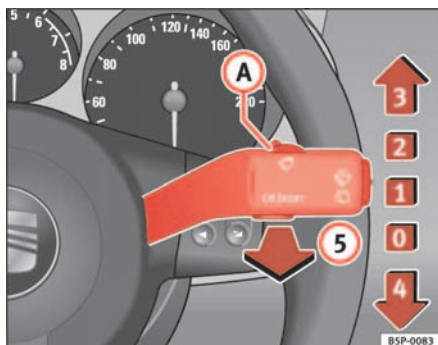

Abb. 84 Scheibenwischer- und Scheibenwascherhebel
Der Scheibenwischerhebel ⇒ Abb. 84 hat folgende Stellungen:
- Wenn bei eingeschalteter Wischerstufe ⇒ Seite 125, Abb. 84  oder  das Fahrzeug anhält, wird automatisch auf die nächste Stufe herunterge-